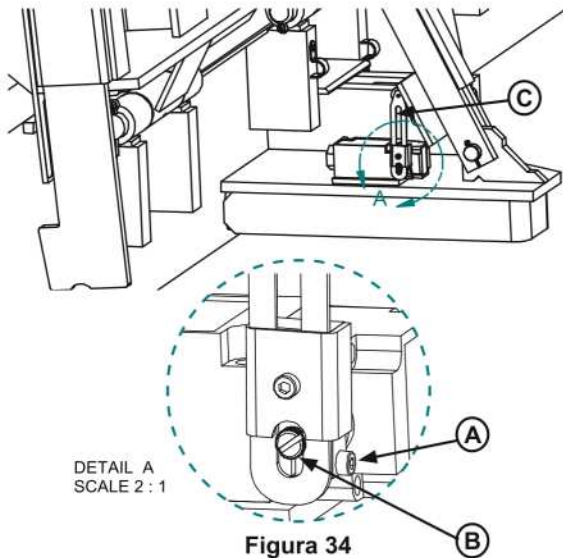

Figura 34
3. Suelte el tornillo de fijación (A) del brazo del interruptor. Consulte la **Figura 34**.
4. Con el brazo del rodillo (C) en contacto con el apoyo de almacenamiento, gire el tornillo de ajuste (B) hacia la izquierda hasta que se escuche un "clic". Esto cerrará el contacto del interruptor mientras el rodillo está en contacto con el apoyo.
5. Mientras sostiene el tornillo de ajuste (B), apriete el tornillo de fijación (A) en el brazo del interruptor.